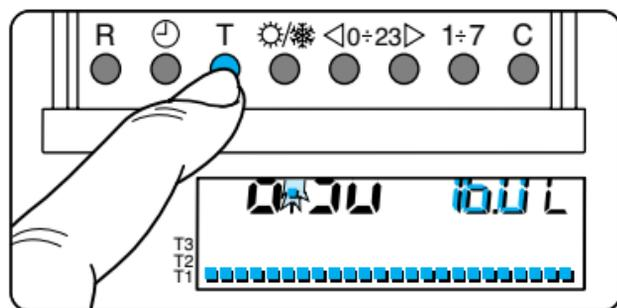

Fig. 32
6.3 - Premere il pulsante T (fig. 32).